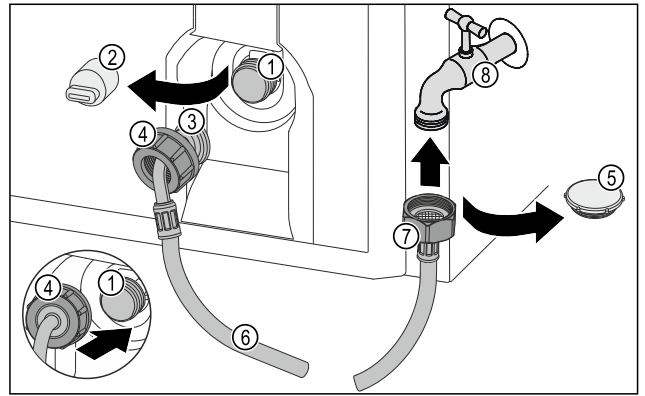

Fig. 27
- 移除密封盖 Fig. 27 (5)。
- 将软管直头 Fig. 27 (7)装在水龙头 Fig. 27 (8)上。
- 顺时针拧紧软管直头 Fig. 27 (7)上的螺母。